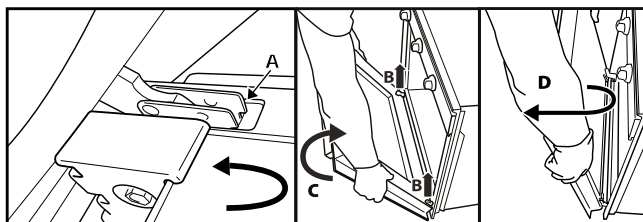

Рис. 2
3. Закройте дверцу до упора (А). Поднимите (В) и поверните ее (С) так, чтобы она вышла из креплений (D) (рис. 2).
2. Другие принадлежности, в частности, вставной противень, вставляются таким же образом, как и решетка (рис. 2).